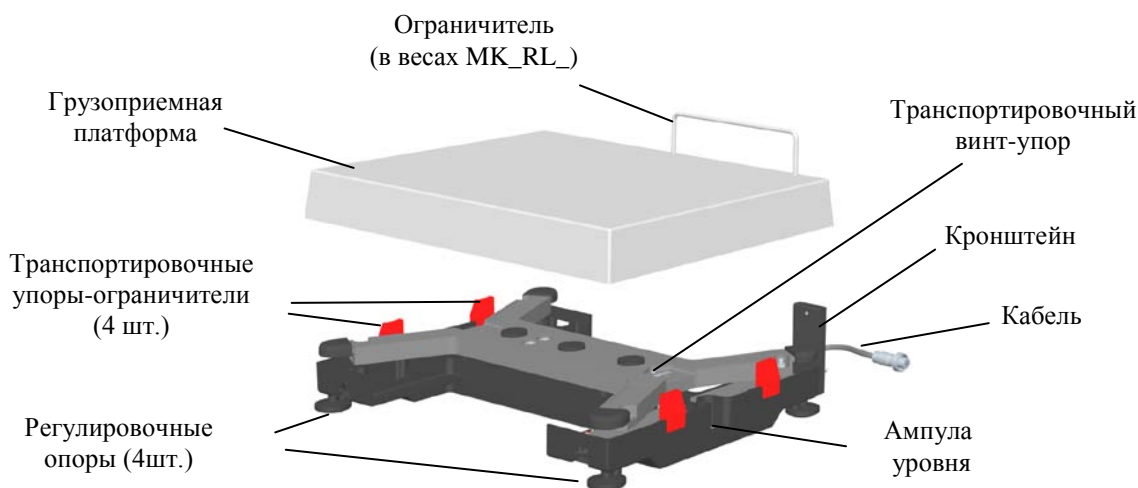

Рис. 4.1 - Модуль взвешивающий
4.1 Снять с модуля взвешивающего грузоприемную платформу и удалить транспортировочные упоры-ограничители (Рис. 4.1).